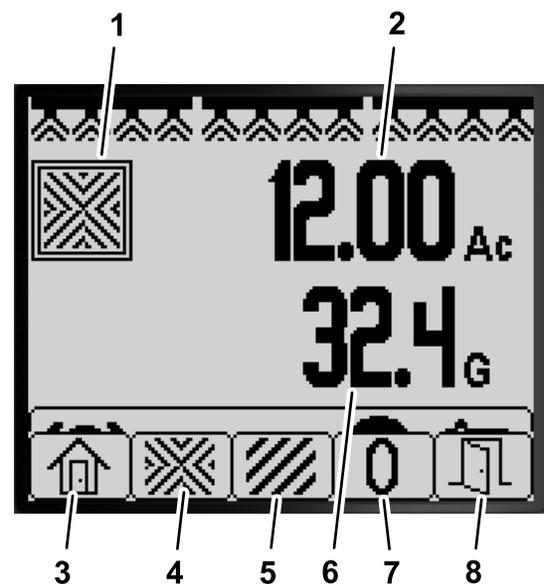

Figura 76
- En la pantalla inicial, mantenga pulsado cualquier botón momentáneamente para abrir la barra de menús (Figura 75 y Figura 76).
- Pulse el botón 2 para ver la pantalla Área total (Figura 76).
3. Utilice los botones del InfoCenter (Figura 76) para realizar las siguientes acciones: